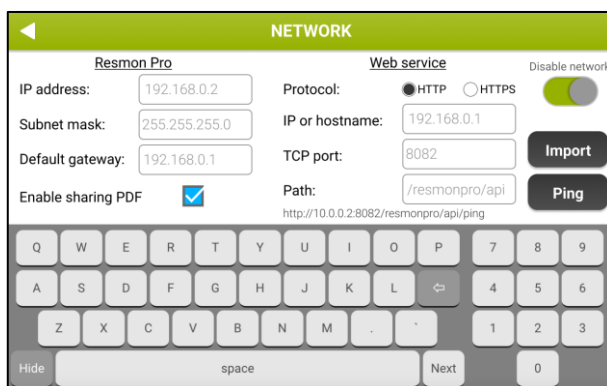

Figura 17 - Impostazioni Network
1. Attivare la modalità network utilizzando il pulsante in alto a destra del display (Figura 17)
- a. La Figura 17 mostra i parametri di rete predefiniti; il Resmon Pro effettuerà richieste al servizio web di terze parti per lo scambio di dati medici. La configurazione predefinita si riferisce alla configurazione predefinita di BreezeSuite (porta 8082).